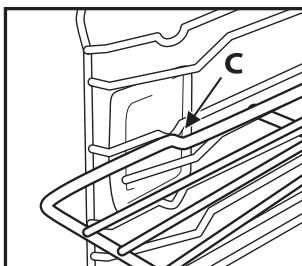

Fig. 3
3. Remettez la grille en position horizontale et poussez-la à fond en position « C » (fig. 3).